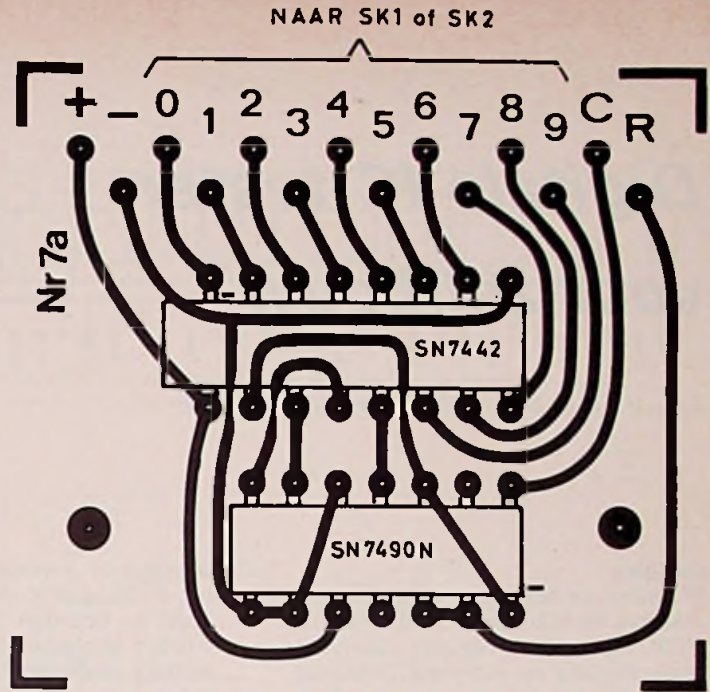

Fig. 7a
N.B. De prints (fig. 7a en 7b) zijn niet op ware grootte afgebeeld. De afstand tussen de buitenste pennen van een SN7400N of SN7490N is in werkelijkheid  $6 \times 0,1$  inch, is gelijk aan 15,24 mm.